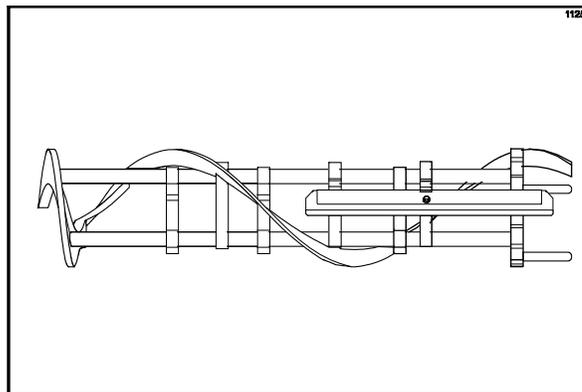

図131
4. ブレードに問題がなければ、リアスクレーパーブレードをビーターフレームのリアホールディングピンに合わせます(図131を参照)。